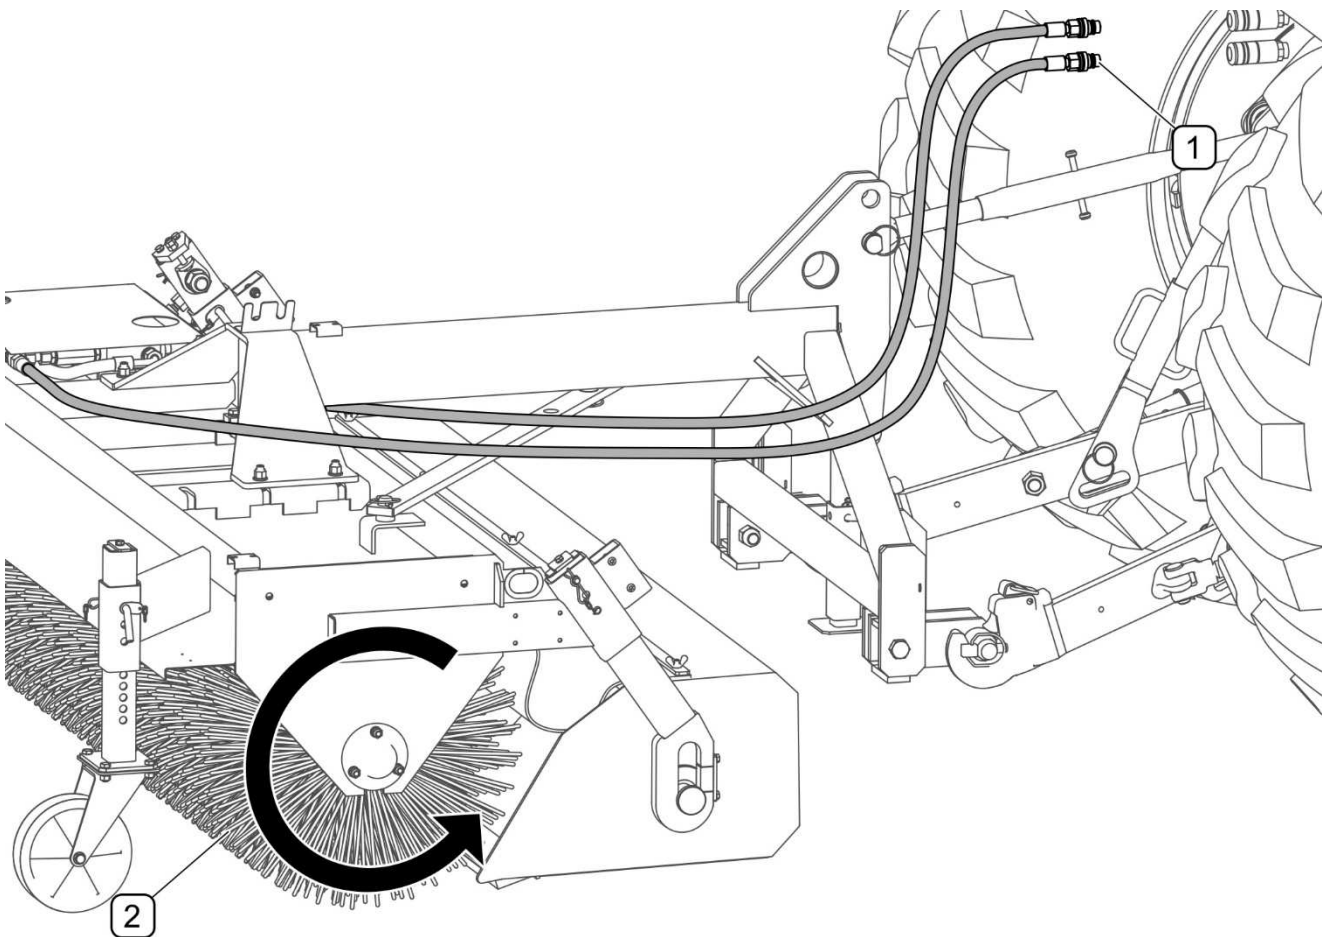

ABB. 4.2 Anschluss der Hydraulik an den Schlepper und Drehrichtung der Kehrwalze
Die Steckverbindungen (1) an die Anschlüsse eines Hydraulikkreises der externen Hydraulik des Schleppers anschließen (ABB. 4.2). Die Kehrwalze (2) beginnt sich zu drehen, nachdem der entsprechende Hydraulikkreis mithilfe des Hebels am Hydraulikverteiler des Schleppers eingeschaltet wurde. Wenn sich die Kehrwalze (2) in die falsche Richtung oder überhaupt nicht dreht, müssen die Anschlüsse (1) der Hydraulikleitungen vertauscht werden.